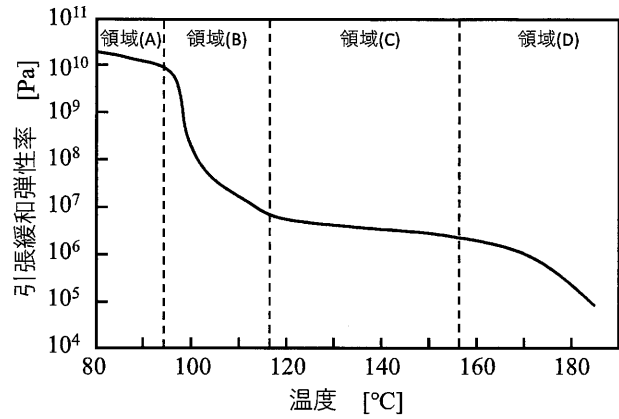

図3 引張緩和弾性率の温度依存性
1) からみ合いの分子量より大きな分子量を有する非晶質ポリマーA の引張緩和弾性率の温度依存性を測定したところ、図3に示すような結果が得られた。
a) 図3の温度領域(A), (C), (D)の状態を示す用語として、適切なものを語群からそれぞれ一つ選べ。
b) この非晶質ポリマーのクリープコンプライアンスは、測定温度に対してどのように変化するか。図3の測定結果をもとに、その概形を、横軸を温度、縦軸をクリープコンプライアンスとするグラフとして図示せよ。
c) ポリマーA に比べ分子量が 1/10 のポリマーB を調製した。このとき、ポリマーB の分子量はからみ合い分子量より大きかった。ポリマーA の引張緩和弾性率 (図3) から予想されるポリマーB の引張緩和弾性率の概形を、横軸を温度、縦軸を引張緩和弾性率とするグラフとして実線で図示せよ。ただし、両ポリマーの弾性率の差異がわかるように、ポリマーA の引張緩和弾性率を破線で同じ図に書き入れること。